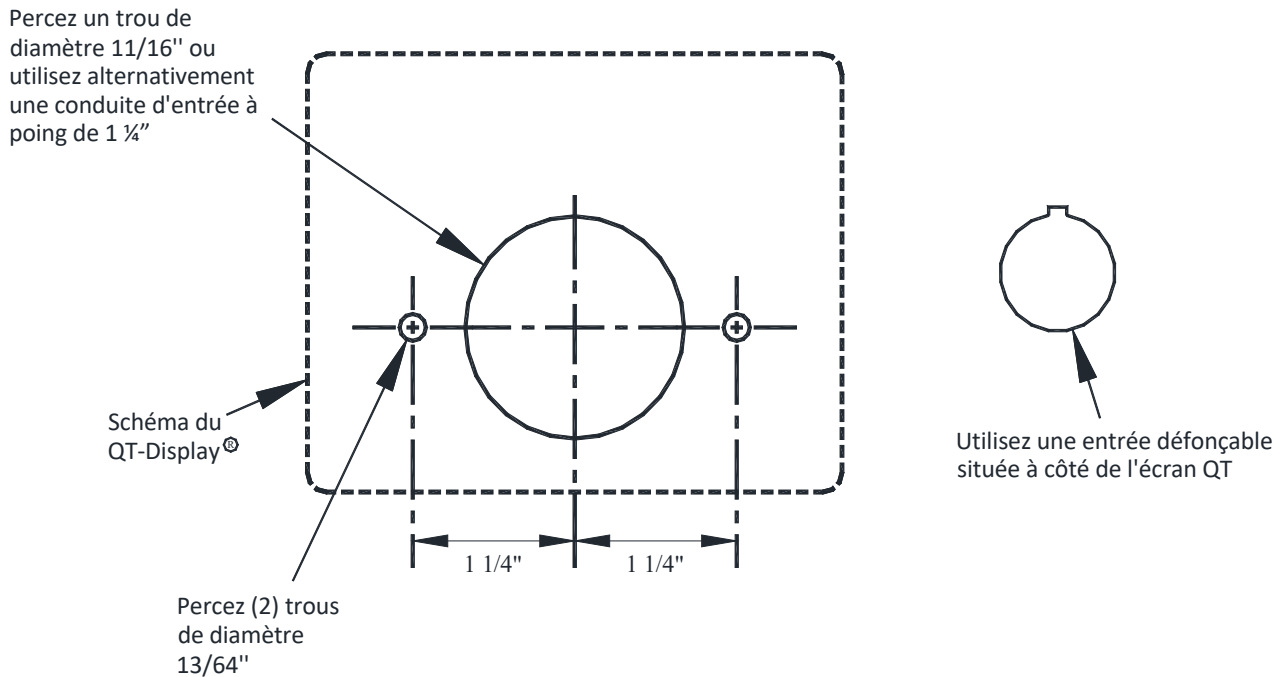

Figure 6.2-1
1. Trouvez un endroit approprié sur la porte de la cellule et marquez l'emplacement des trois (3) trous en utilisant les dimensions de la figure 6.2-1.
2. Percez deux (2) trous de montage de 13/64".